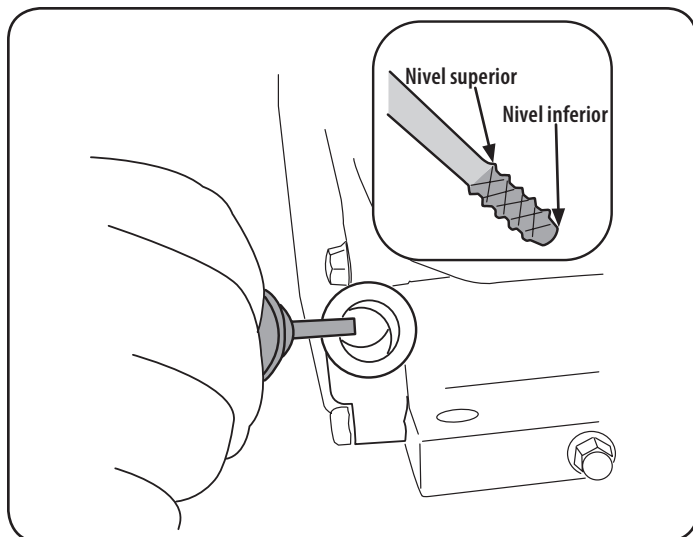

Figura 11
2. Retire el tapón de llenado/varilla de medición de aceite y limpie bien la varilla. Vea la Figura 11 para el modelo 247.116830.
5. Saque el tapón/la varilla de medición de aceite. Si el nivel es bajo, agregue lentamente aceite hasta que el nivel registrado esté en un punto intermedio entre alto (H) y bajo (L), Figura 11 para el modelo 247.116830.